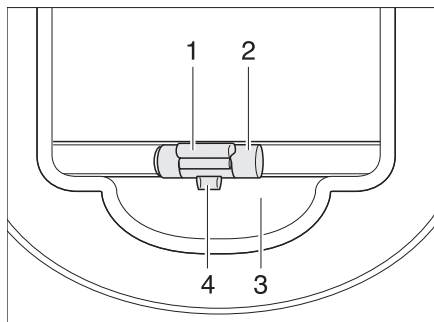

Fig. 28 Oscurante a rullo
- Tirare verso il basso l'oscurante a rullo accompagnandolo con la maniglia (Fig. 28,2) e farlo innestare.
- Tirare leggermente verso il basso l'oscurante a rullo accompagnandolo con la maniglia (Fig. 28,2) e tirare verso l'esterno il listello di sblocco (Fig. 28,1). Il bloccaggio (Fig. 28,4) si sblocca dall'alloggiamento (Fig. 28,3).